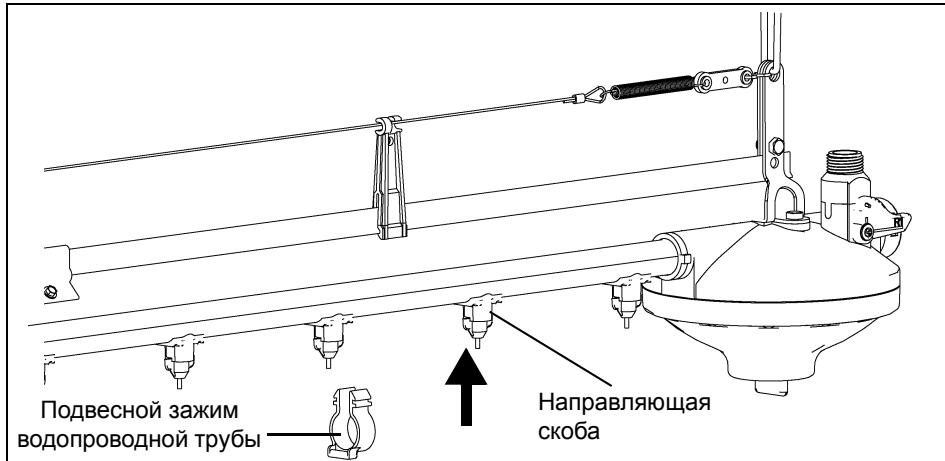

**Рисунок 7E**
1. Установите регулятор на опорный кронштейн с помощью двух (2) винтов длиной 1/2" (S-4614) из комплекта регулятора как показано на Рисунок 7E.
2. Вставьте водопроводную трубу в регулятор и совместите вырезы в трубе с направляющими регулятора, как показано на Рисунок 7E. **ПРИМЕЧАНИЕ:** Рекомендуется установить клапаны поилки на водопроводные трубы до начала монтажа системы на месте, чтобы не допустить попадания мусора в водопроводную систему. (См. раздел "Клапан поилки" на стр. 30.)